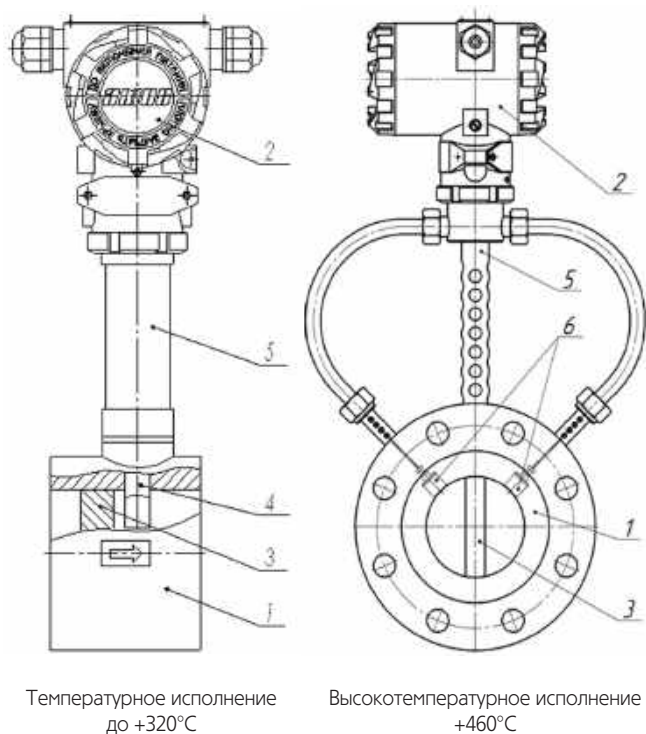

Рисунок 1. Конструкция расходомеров
Расходомер (рисунок 1) состоит из проточной части (1) и электронного блока (2). Проточная часть представляет собой полый цилиндр, в поперечном сечении которого установлено тело обтекания (3). За телом обтекания расположен чувствительный элемент (4) (сенсор).